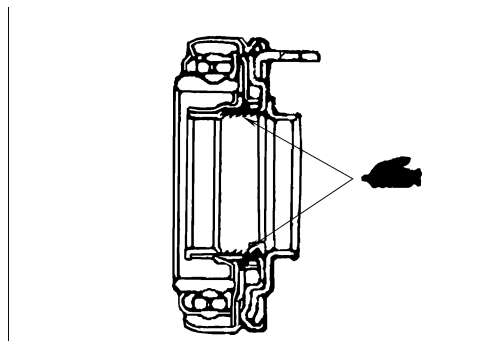

图 3-16 在离合器分离轴承上涂润滑脂
② 如图 3-16 所示，在分离轴承的内表面涂润滑脂，然后安装轴承。规定的润滑脂：三菱正宗润滑脂。零件编号：0101011 或同等品种。